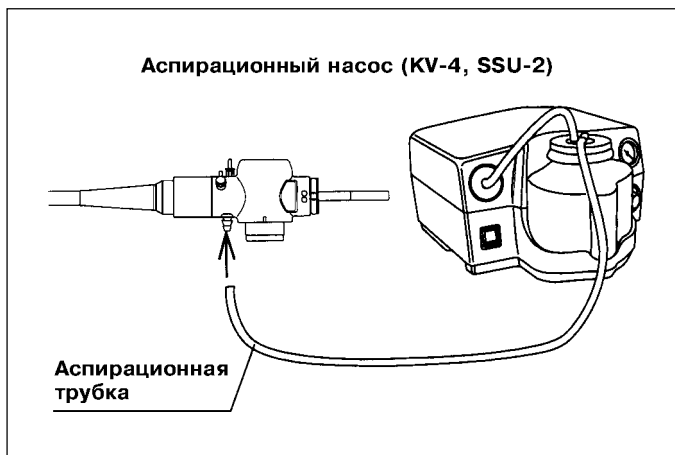

Рис.3.12.
7. Присоедините аспирационную трубку от насоса к входу для аспирации на коннекторе универсального кабеля эндоскопа (см. рис. 3.12).